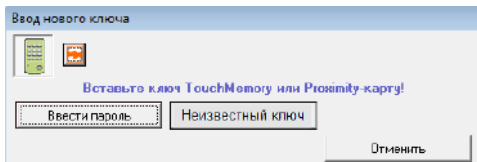

Рис.5 Окно «Ввод нового ключа»
3. Правой кнопкой мыши кликните по блоку «Ключи», выберите в контекстном меню «Добавить». Откроется окно «Ввод нового ключа» (рис.5). Кнопка «Неизвестный ключ» будет активна.